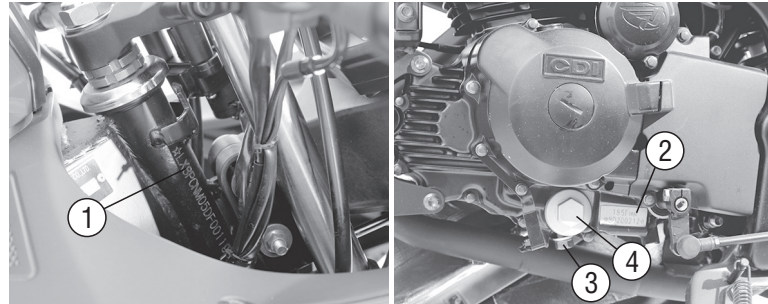

Рис. 1. Расположение номеров двигателя и рамы
2. Соответствие номеров рамы (рис. 1, поз. 1) и двигателя (рис. 1, поз. 2) на мотоцикле с занесенными в раздел 6 (информация об изделии) «Сервисной книжки». Идентификационный номер мотоцикла (VIN) отштампован на правой стороне рулевой колонки; серийный номер двигателя отштампован на левой стороне нижней части картера двигателя.